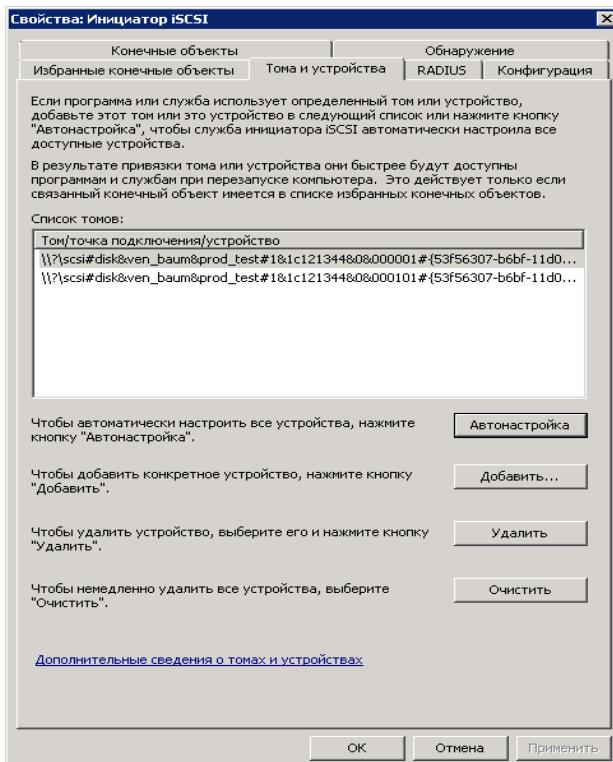

Рисунок 160. Настройка доступа по протоколу iSCSI
3. На вкладке «Конечные объекты» задайте IP-адреса контролеров СХД.БАУМ, используя кнопку «Быстрое подключение» (см. Рисунок 160).
4. На вкладке «Тома и устройства», нажав кнопку «Автонастройка», подключите устройства. В разделе «Управление дисками» панели «Управление компьютером» убедитесь, что видны диски доступные по разным маршрутам (см. Рисунок 160).